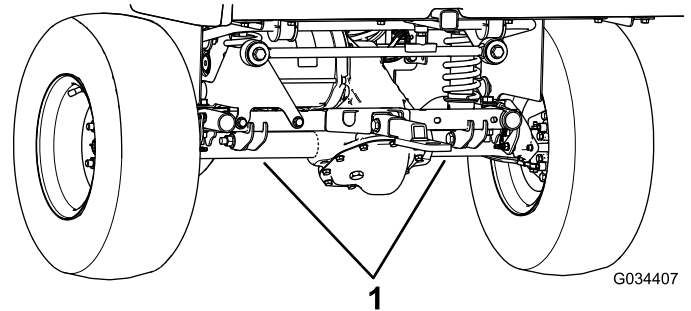

Figura 25
- El punto de elevación de la parte trasera de la máquina está debajo de los tubos del eje (Figura 25).